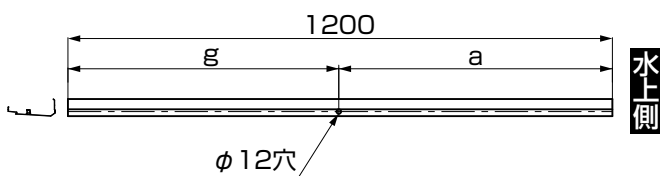
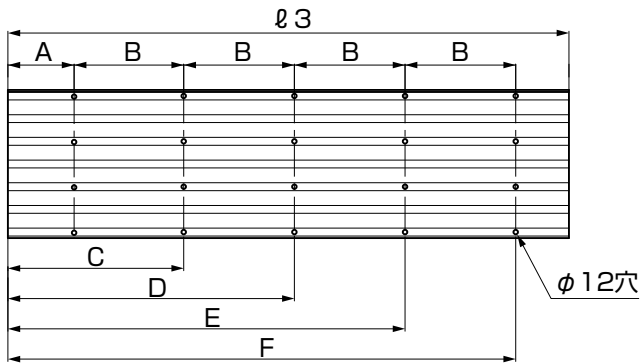

図3-20 側枠上(12延長) 加工位置図
図3-21 折板加工位置図
①図3-19、図3-20、図3-21、表3-11、表3-12を参照して、側枠と折板を加工してください。